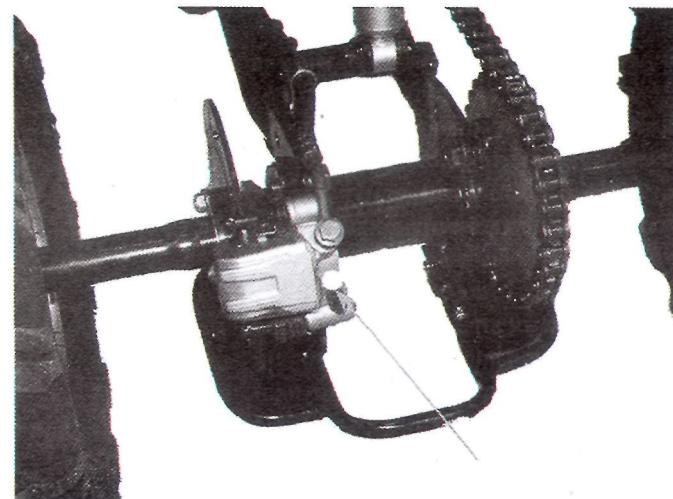

Рисунок 7
1. Нажмите на рычаг тормоза и ослабьте винт выхода воздуха (рисунок 7), для того чтобы воздух вышел из тормозной системы. После этого необходимо сразу же тую закрутить винт выхода воздуха (не отпуская рычага тормоза).